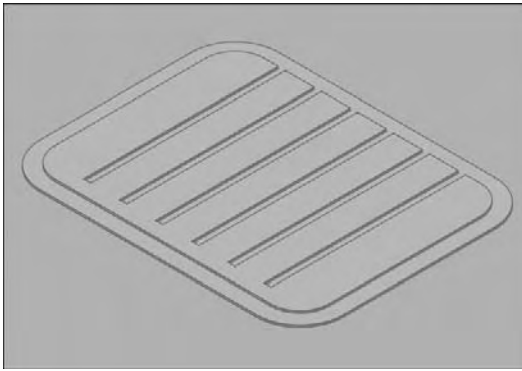

Fig.18.4
- 13 Effectuez une addition booléenne entre les deux solides du séchoir (fig.18.4).